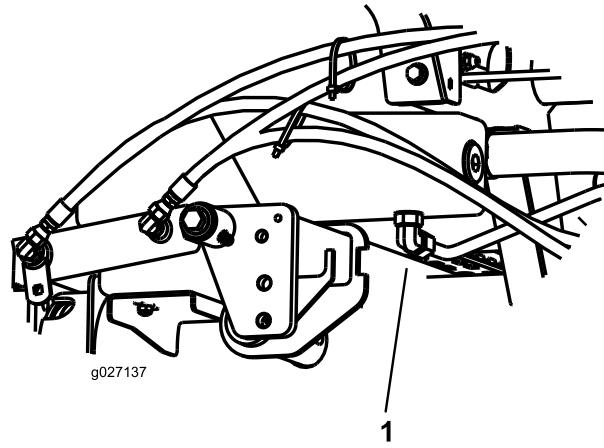

Bild 75
2. Stellen Sie eine große Auffangwanne unter das Anschlussstück, das unten am Hydraulikölbehälter befestigt ist (**Bild 75**).